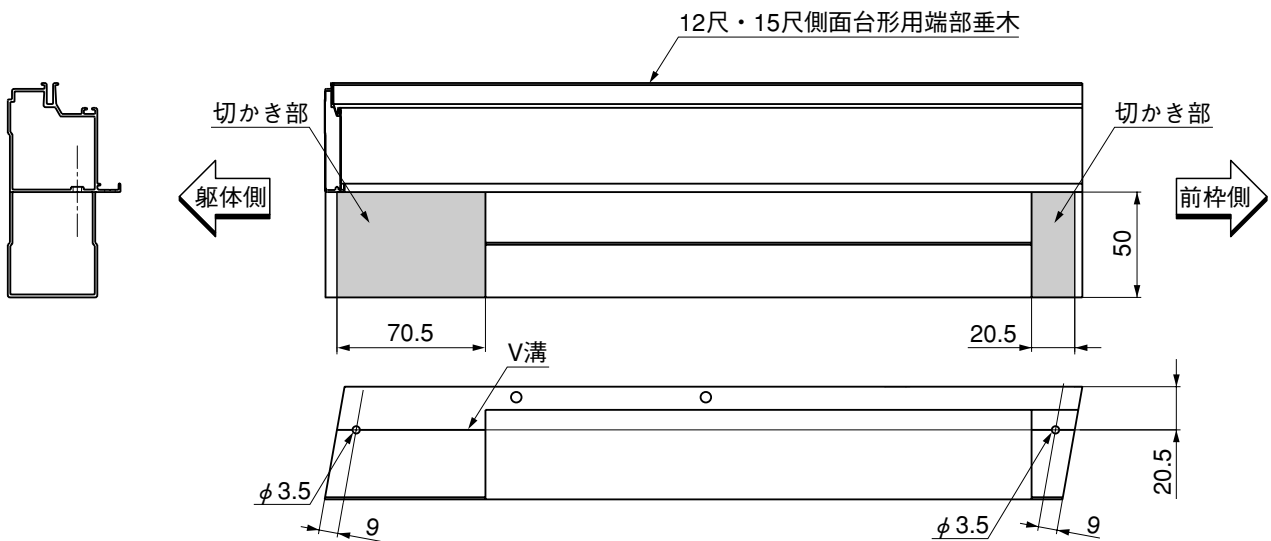

図4-3 12尺・15尺端部垂木の追加加工
- ❶ 12尺・15尺側面台形用端部垂木を図4-3にしたがって、切かき部をカットしてください。
- ❷ 両端にφ3.5の穴をあけてください。